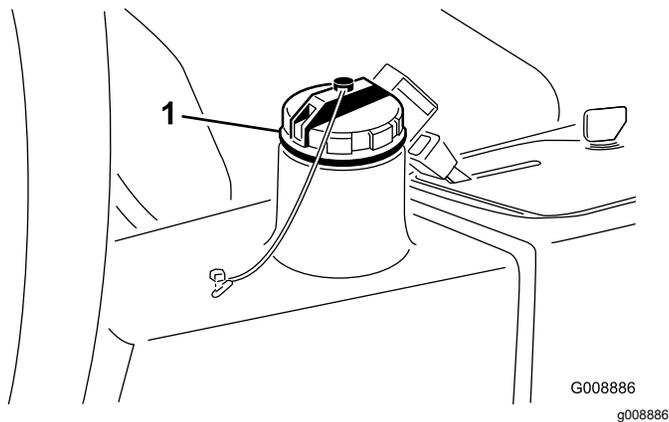

图 82
4. 向液压油箱图 82注入约 22.7L 液压油请参阅 液压油规格 \(页码 48\)。